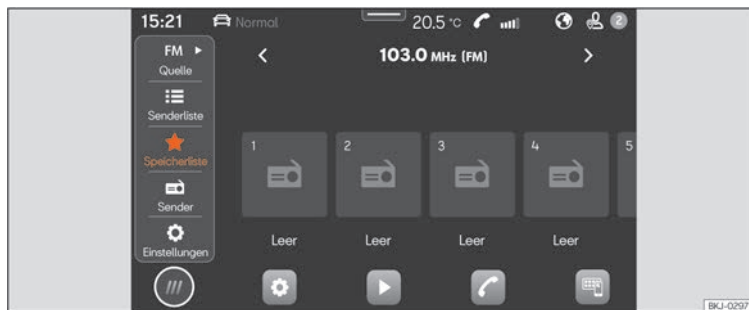

Abb. 130 Schematische Darstellung: Ansicht Radio
- Drücken Sie **HOME** > > **Abb. 130**.